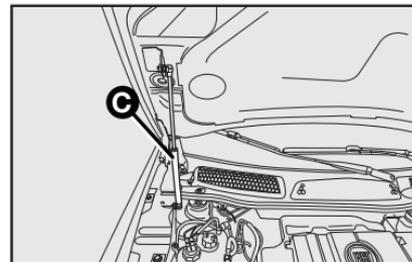

fig. 100
4) O sistema de amortecedores **C-fig. 100** manterá o capô suspenso.